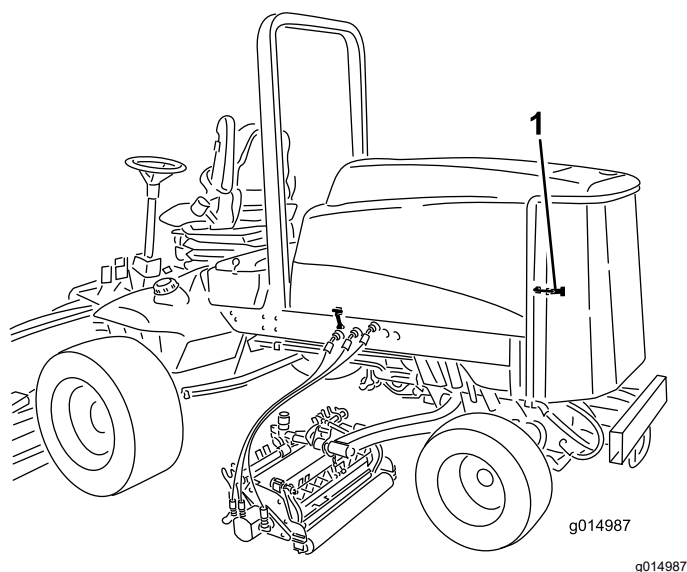

Figure 74
1. Déverrouillez et ouvrez la grille arrière (Figure 74).